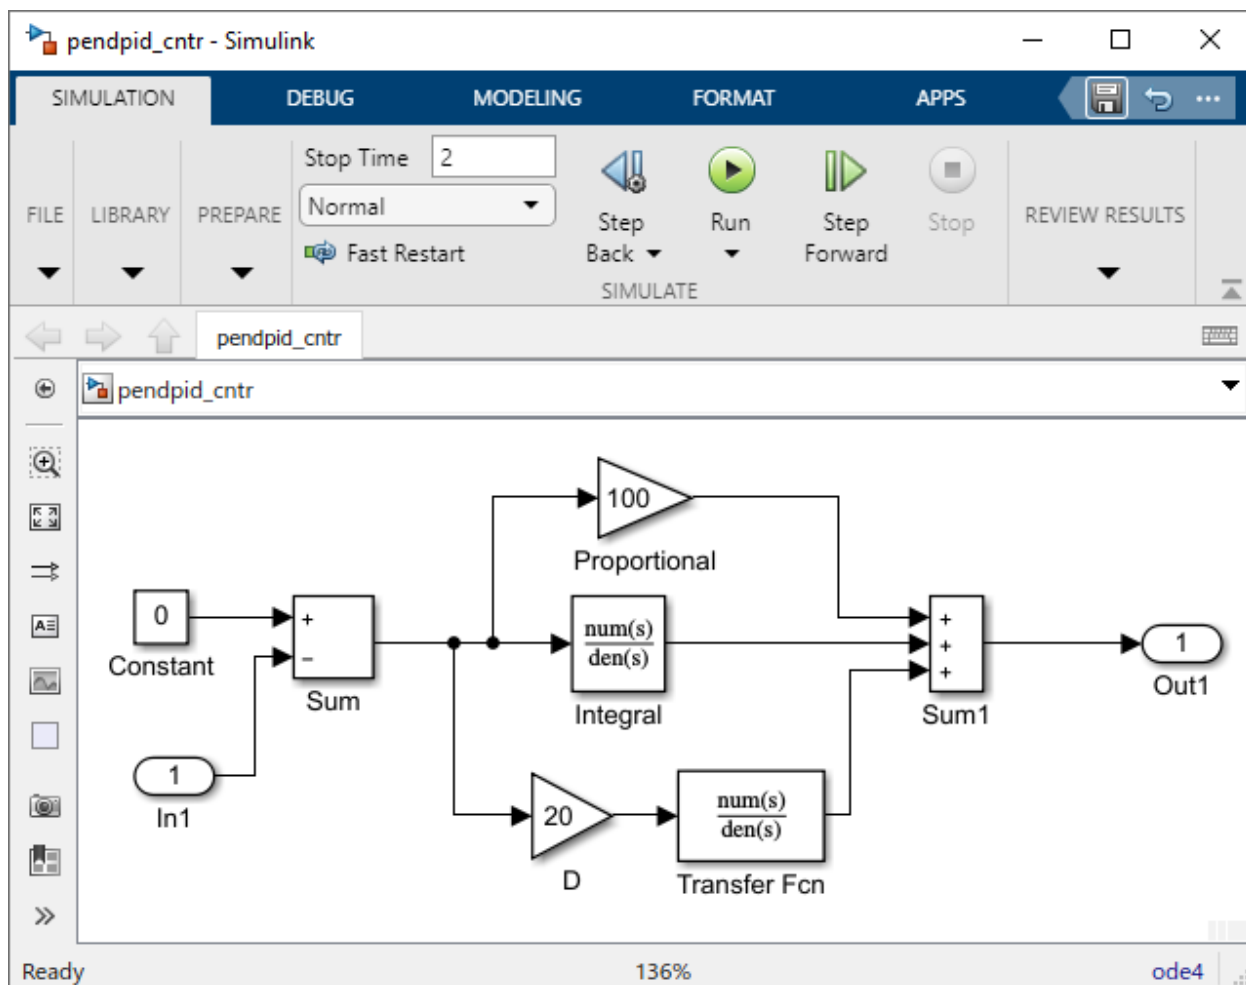

Рис. 3.1. Модель системы стабилизации перевернутого маятника
Подготовленная модель системы управления перевернутым маятником в Matlab/Simulink представлена на рис. 3.1.
**Замечание.** Вы можете самостоятельно собрать модель, представленную на рис. 3.1 или же загрузить готовую модель Matlab/Simulink из файла `SAMPLES\TUTORIAL\inv_pend\pendpid_cntr.mdl`.
1. Перейдите в окно модели [pendpid\_ctrl], см. рис. 3.1.